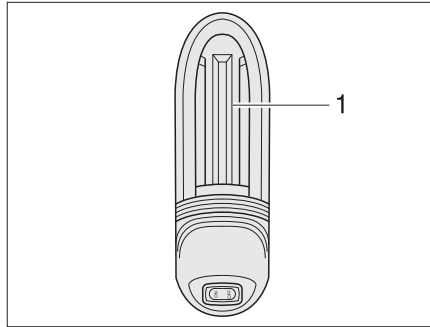

Fig. 369 Lámpara de garaje
- Empujar la tapa de la lámpara (Fig. 369,1) ligeramente hacia arriba y retirarla.